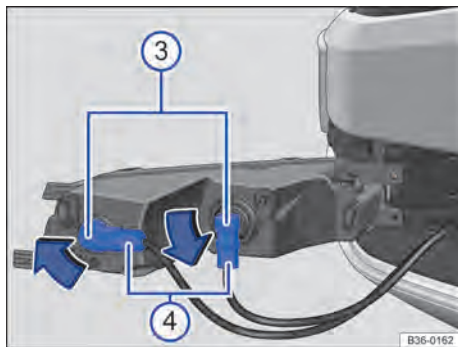

Fig. 237 Substituir a lâmpada incandescente do farol.
4. Retirar para frente o farol do para-choque → Fig. 237.
5. Destravar e retirar o conector → Fig. 237 ⓘ da lâmpada incandescente queimada.
6. Para destravar a lâmpada incandescente → Fig. 237 ⓘ, girá-la no sentido da seta e retirá-la do farol.
8. Introduzir a lâmpada incandescente → Fig. 237 ⓘ no farol e girar até o batente no sentido contrário da seta → Fig. 237 para a posição original.
10. Encaixar o conector → Fig. 237 ⓘ na lâmpada incandescente até ouvir que ela foi travada.